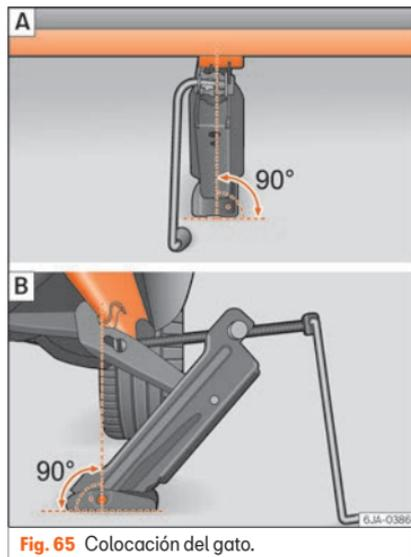

Fig. 65 Colocación del gato.
- Gire el gato*, situado bajo el punto de apoyo del larguero, para elevarlo hasta que la pestaña quede situada bajo el alojamiento previsto »» fig. 65 [A].
- Alinee el gato* de modo que la pestaña "agarre" en el alojamiento previsto del larguero y la placa base móvil quede apoyada en el suelo »» fig. 65 [B]. La placa base debe caer en la vertical respecto al punto de apoyo.